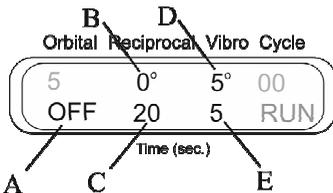

Abb. 7.
Stellen Sie die Geschwindigkeit (A) (1 - 100 rpm) und die Zeit (B) (1 - 250 Sek) für die orbitale 3D-Bewegung ein. Stellen Sie den Drehwinkel (C) (0 - 360°) und die Zeit (D) (1 - 250 Sek) der reziproken 3D-Bewegung ein. Stellen Sie den Winkel der (E) 3D-Vibration auf null. Stellen Sie die Zeit der 3D-Vibration (F) (1 - 5 Sek) ein - dies ist die Dauer der Pause. Siehe Abb. 7.